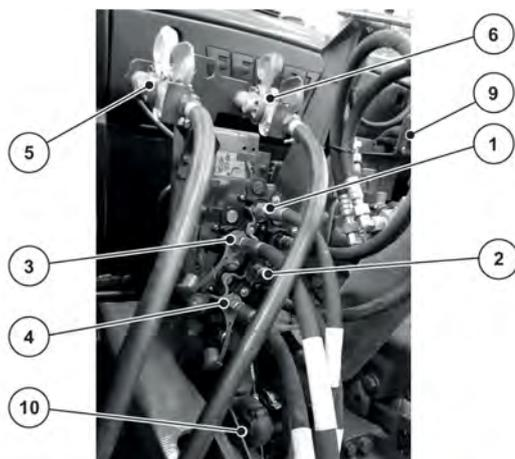

Abb. 25: Anschlussreihenfolge der Maschinenleitungen am Traktor
Siehe *Abb. 25*
- ▶ Beachten Sie die Anschlussreihenfolge: Siehe *Abb. 25 Anschlussreihenfolge der Maschinenleitungen am Traktor*